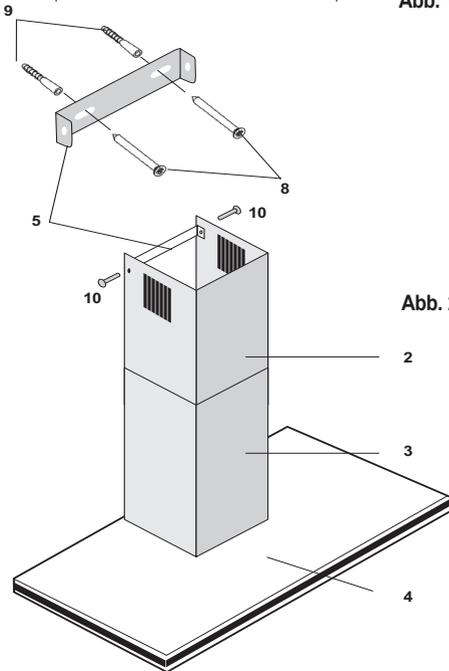

Abb. 20
Bei Umluftbetrieb: den Teleskopschaft (2) so einsetzen, dass die Luftaustrittsschlitze oben sind. (Abb. 20).